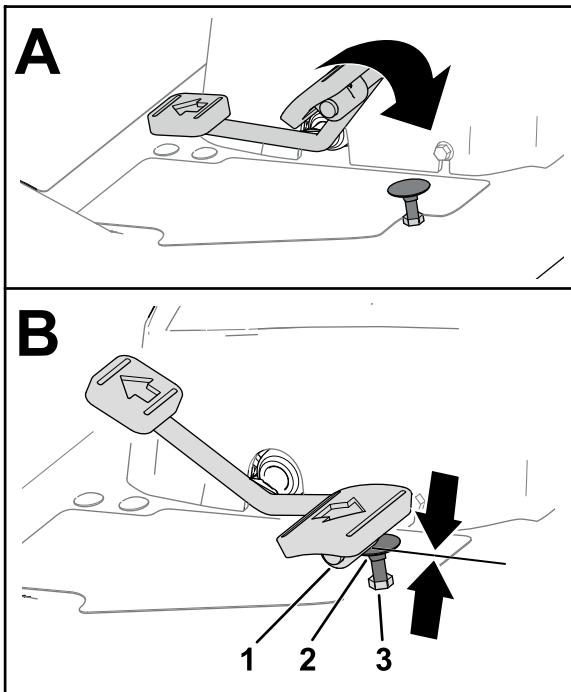
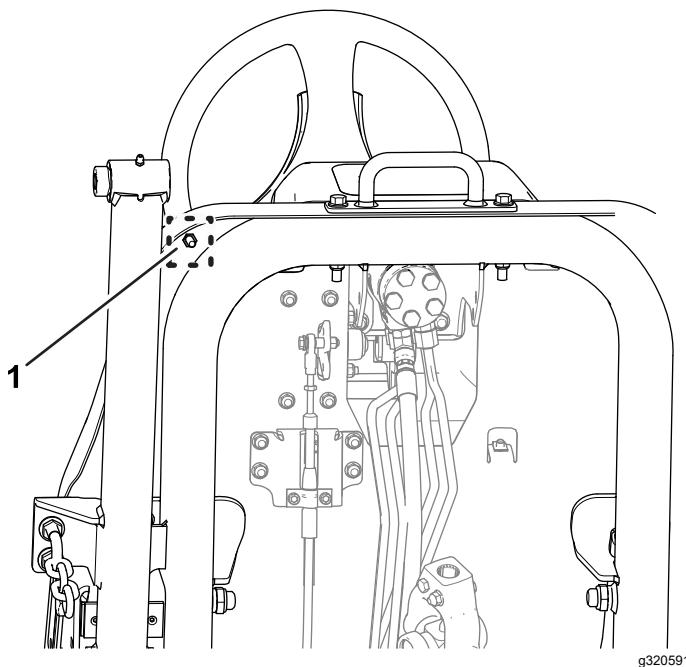

Figure 81
Figure 82
1. Poussez complètement la pédale de déplacement en avant (Figure 81).
- A. Bloquez la butée de la pédale de déplacement (Figure 81) avec une clé.
- B. Desserrez l'écrou de blocage au bas du repose-pied (Figure 82).
- Poussez complètement la pédale de déplacement en position avant (Figure 81).
- Tout en maintenant la butée de la pédale de déplacement, réglez l'écrou de blocage situé au-dessus du repose-pied (Figure 81) jusqu'à ce que la pédale touche la butée.
- Tout en maintenant la butée de la pédale de déplacement, serrez l'écrou de blocage au bas du repose-pied (Figure 81 et Figure 82) à un couple de 37 à 45 N·m.